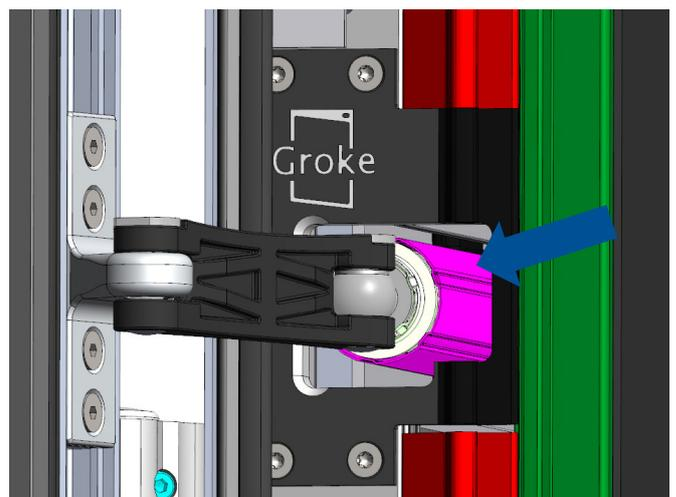

Bild 2: Außenrohr mit Klübersynth LI 44-22 oder Berulub FR 43 umlaufend nachfetten.
- Sitz der Befestigungsschrauben am Antriebe kontrollieren (s. Bild 2) und ggf. nachziehen (1,4 Nm).
- Lagerung des Antriebes mindestens alle 3 Jahre nachfetten. Hierzu den Türflügel bis max. Öffnungswinkel (105°) öffnen, bis das Außenrohr des Antriebes sichtbar wird, dieses dann mit Klübersynth LI 44-22 oder Berulub FR 43 umlaufend nachfetten (s. Bild 2).